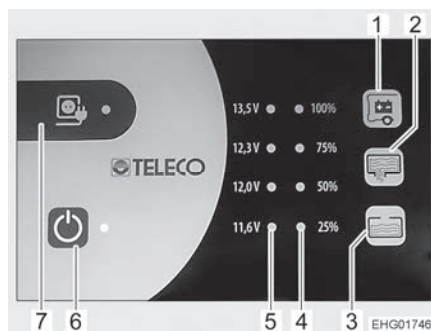

Bild 154 Panel (TP 310)
Die gelbe LED beim Symbol Netzanschluss "⚡" (Bild 154,7) leuchtet, wenn das Fahrzeug an eine externe Netzversorgung angeschlossen ist. Die LED leuchtet dann auch bei ausgeschaltetem Panel.
- ▷ Aus Sicherheitsgründen lässt sich der 12-V-Hauptschalter (Bild 154,6) bei laufendem Fahrzeugmotor nicht einschalten, damit das Panel während der Fahrt nicht bedient werden kann.
Der 12-V-Hauptschalter (Bild 154,6) schaltet das Panel und die 12-V-Versorgung des Wohnraums ein und aus.
- Schalter "⏻" (Bild 154,6) drücken: Die 12-V-Versorgung des Wohnraums ist eingeschaltet. Die LED leuchtet grün.
- Schalter "⏻" (Bild 154,6) erneut drücken: Die 12-V-Versorgung des Wohnraums ist ausgeschaltet. Die LED erlischt.
Die LED-Skala (Bild 154,5) zeigt die Batteriespannung der Wohnraumbatterie wie folgt an:
- Taste "🔌" (Bild 154,1) drücken: Die Batteriespannung der Wohnraumbatterie wird angezeigt.
Die LED-Skala (Bild 154,4) zeigt den Füllstand des Frischwassertanks oder des Abwassertanks an.
Taste "☰" (Bild 154,2) drücken: Der Füllstand des Frischwassertanks wird durch leuchtende LEDs angezeigt.
Taste "☷" (Bild 154,3) drücken: Der Füllstand des Abwassertanks wird durch leuchtende LEDs angezeigt.